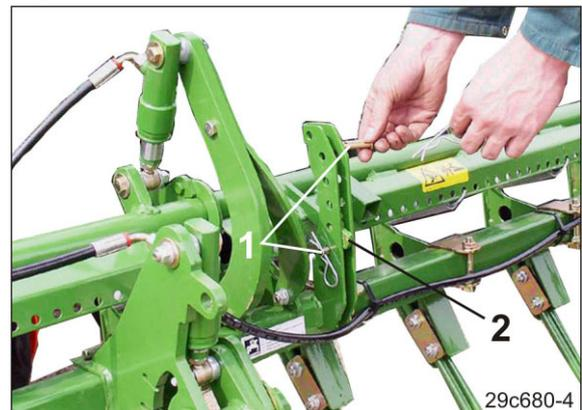

Fig. 154
2. Je einen Bolzen (Fig. 154/1) unter- und oberhalb des Hebels (Fig. 154/2) in das Verstellsegment stecken und mit Federstec kern sichern.